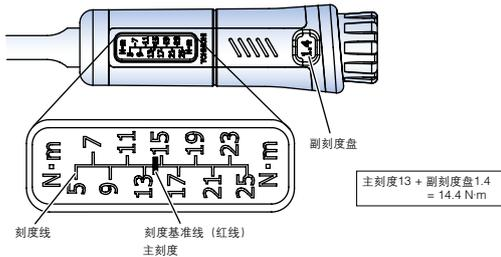

图2
- ① 边看着主刻度边转动调节器,直至13N·m刻度线与刻度基准线(红线)重合,确认副刻度盘。然后将副刻度盘的0位对准副刻度盘窗口中心。这样设定的扭矩值为13N·m。
- ② 边看副刻度盘边向右(正方向)转动,使副刻度盘的值对准1.4。此时设定扭矩值为14.4N·m。(图2)